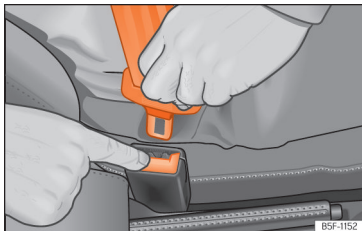

Abb. 11 Schlosszunge vom Gurtschloss lösen.
- Rote Taste im Gurtschloss drücken » » **Abb. 11**. Die Schlosszunge springt heraus.